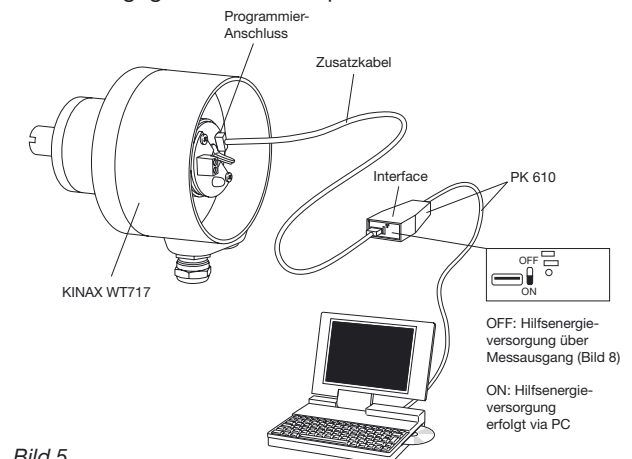
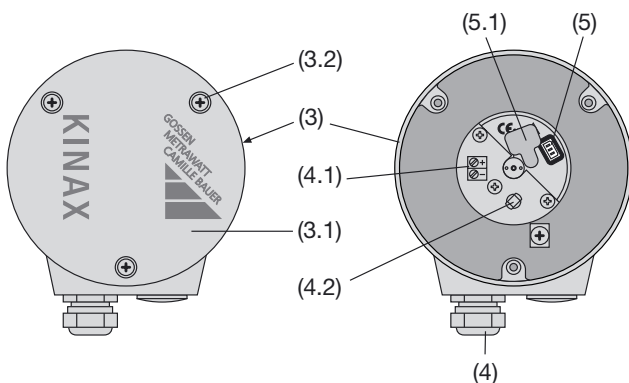

Bild 5
Bild 7. Rückenteil (3) mit Klemmen (4.1) und Stopfbuchse (4).
1. Deckel (3.1 in Bild 7) entfernen. Durch Abziehen des Gummiverschlusses (5.1) wird der Programmieranschluss (5) zugänglich (siehe Abschnitt "8.1 Leitungen anschliessen"). KINAX WT 717 nach Bild 5 mit der Programmiereinrichtung verbinden. Konfigurations-Software 2W2 starten. Gerät – wenn nötig – mit den gewünschten Messbereichsdaten konfigurieren.
1. Messumformer in Betrieb nehmen und gemäss Bild 5 an Programmierereinrichtung anschliessen (Schalter AUX am PK 610 auf OFF).